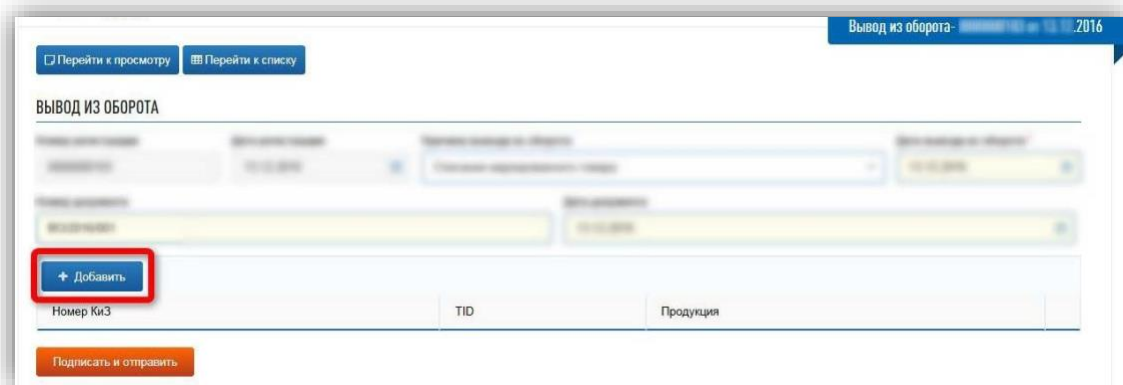

Рисунок 143 – Добавление продукции
– Для добавления продукции нажмите кнопку «Добавить» (рис. 143).